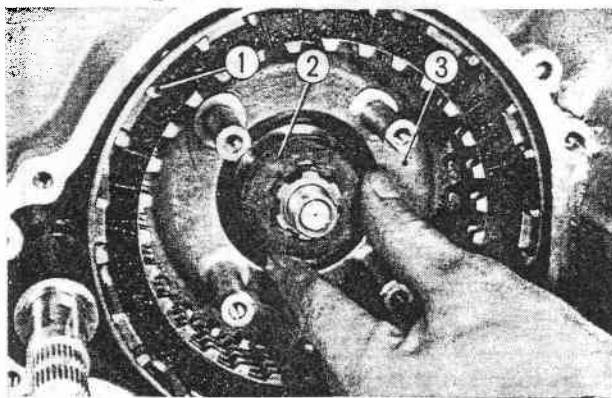

Fig. 4-9 ① Couronne extérieure
1. Monter la couronne extérieure et la rondelle cannelée de 25 mm sur l'axe principal. Enclencher la rondelle dans les cannelures et monter le plateau de pression. (Fig. 4-9)